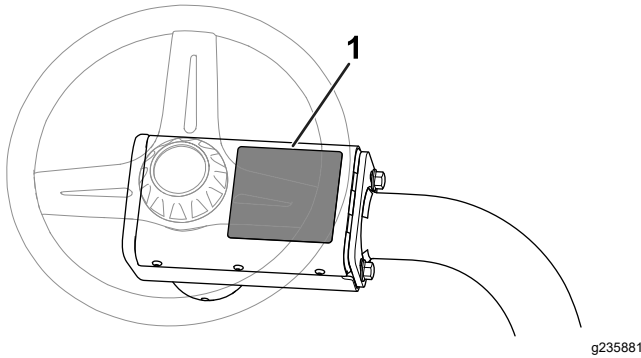

Figura 13
- Aplicai eticheta de avertizare CE (Nr. piesă 136-8505) peste autocolantul de avertizare existent (Nr. piesă 136-8506;) consultați Figura 13.